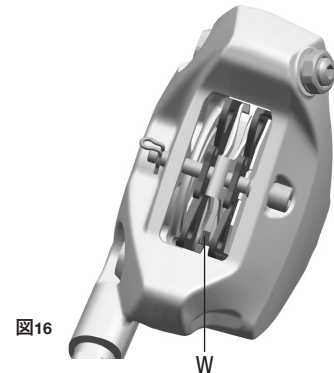

図16
- ・ パッドが過度に摩耗し、片方もしくは双方のパッドの摩耗インジケーターが見えなくなった場合 (W - 図16)